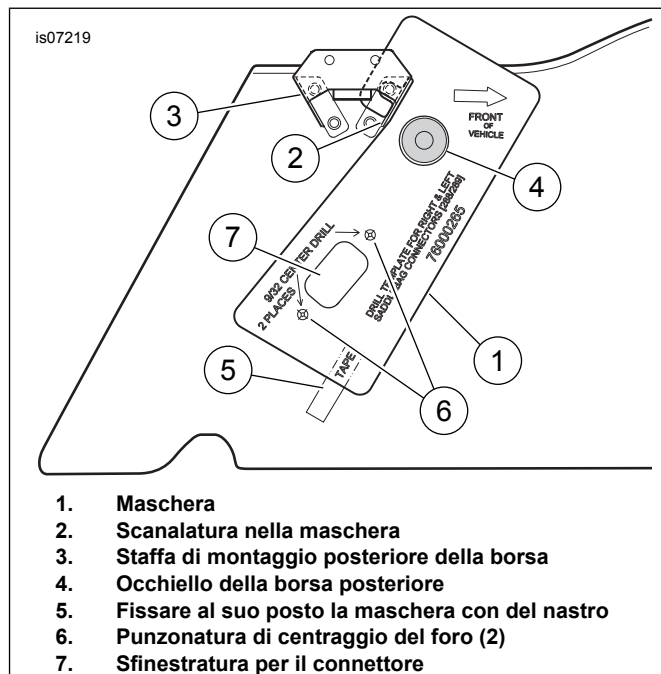

Figura 2. Foratura della borsa per il connettore di montaggio a pannello a 12 vie
4. Vedere Figura 2. Agganciare la scanalatura (2) nella maschera (1) sulla staffa di montaggio posteriore della borsa (3). Allineare il foro nella maschera sull'occhiello posteriore (4). Fissare al suo posto la maschera con del nastro come mostrato (5).
5. Contrassegnare le posizioni dei due fori (6) con un punzone per centri. Tracciare il contorno della sfinestratura per il connettore (7) sulla parete interna della borsa. Rimuovere la maschera.